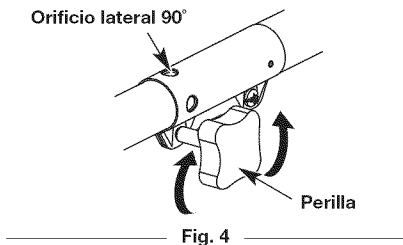

Fig. 4
1. Para aflojar, gire la perilla en sentido contrario a las agujas del reloj (Fig. 4).
3. Para apretar, gire la perilla en el sentido de las agujas del reloj (Fig. 4).
Para hacer recortes/bordeados decorativos con el cabezal de corte, trabe el botón de desconexión en el orificio de 90° (Fig. 4).
1. Gire la perilla en sentido antihorario para aflojarla (Fig. 4).